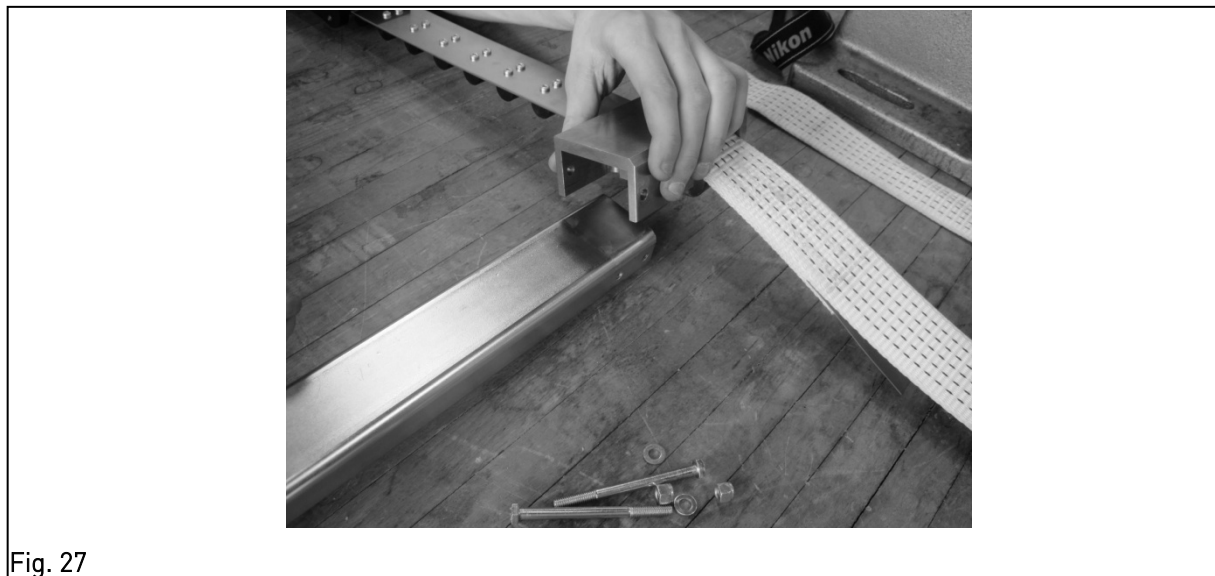

Fig. 27
3. Lossa tvärstagsklammern från tvärstaget, see Fig. 27